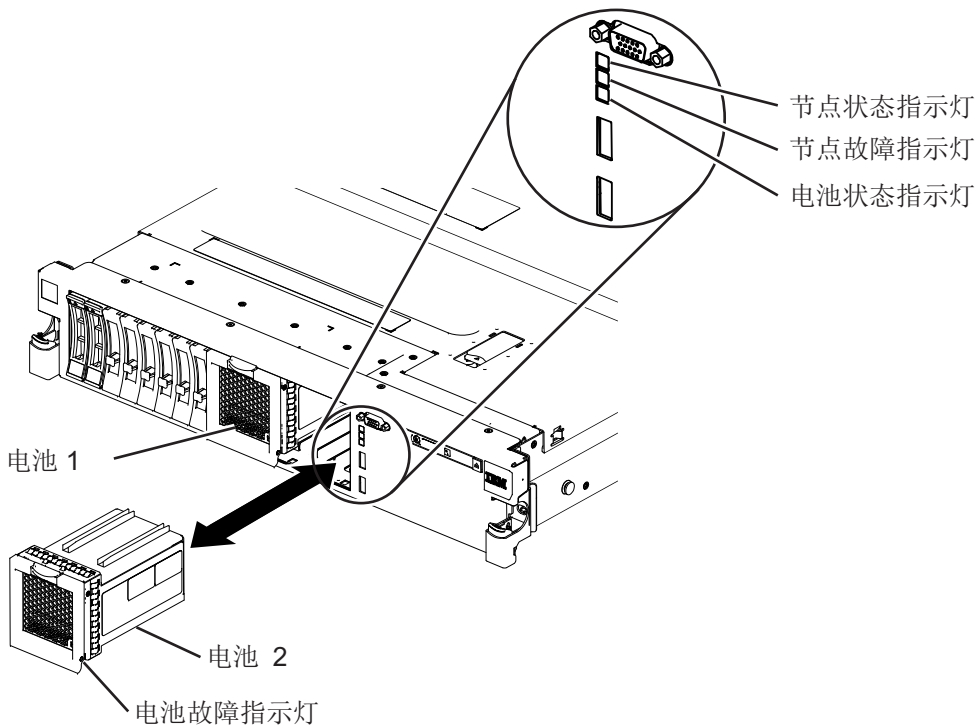

图 123. 卸下 SAN Volume Controller 2145-DH8 节点中的电池
3. 轻轻地将电池组合件从电池插槽中拉出，如图 123 中所示。